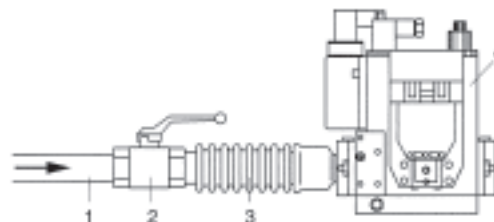

Рис.3
Патрубок подсоединения к трубе подачи газа должен иметь надлежащие размеры, соответствующие типу монтируемой системы. Подсоединение необходимо выполнить через газораспределительное устройство, как показано на рис. 3: газовая труба (1), отсечной кран (2) и антивибрационная муфта (3) не входят в комплект поставки и предоставляются монтажным предприятием; они подсоединяются к узлу газовых клапанов (4), входящему в комплект поставки теплогенератора.
- Подсоединить манометр к точке отбора давления (4) перед узлом клапанов (рис. 3);
- Только для категорий I2H, I2ELL и I2L: определить по второму манометру рабочее давление и при необходимости поворачивать отверткой регулятор давления (1), чтобы восстановить рабочее давление до значения, указанного в табл. I.